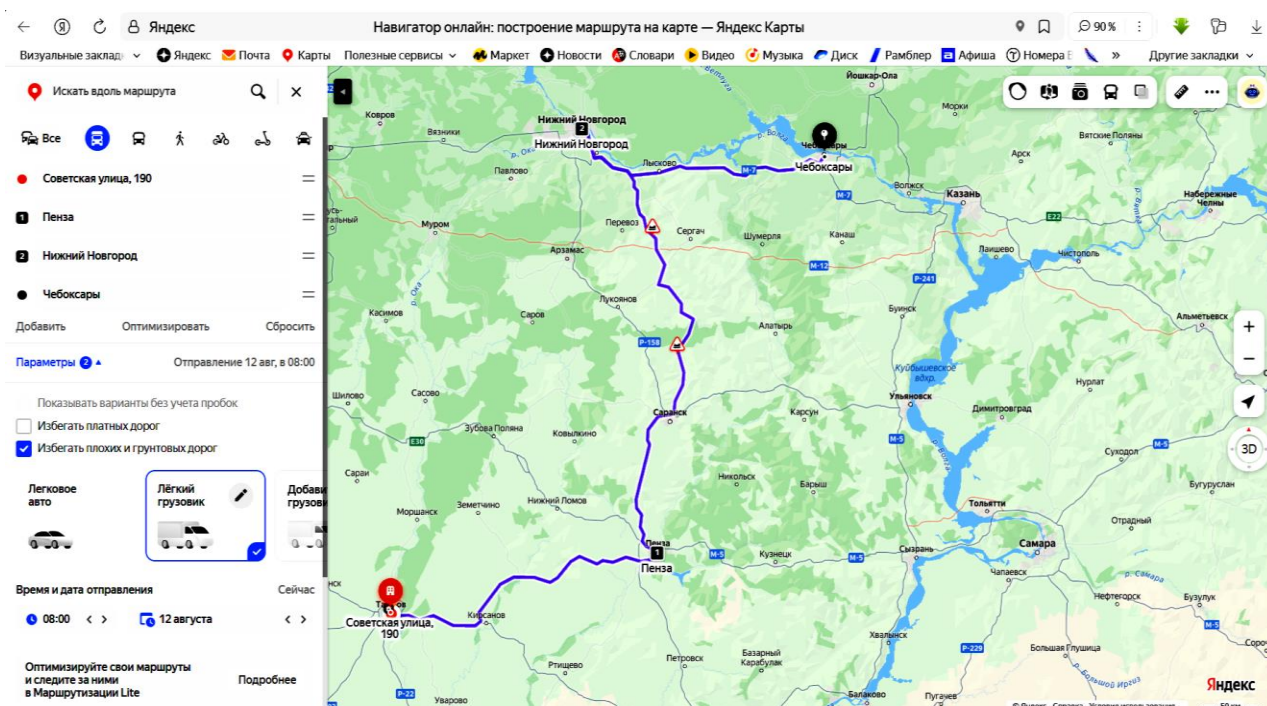

Рис. 1.3. Результат оптимизации
7. После оптимизации будет выстроен маршрут следования, рассчитано общее время поездки (рис. 1.3).